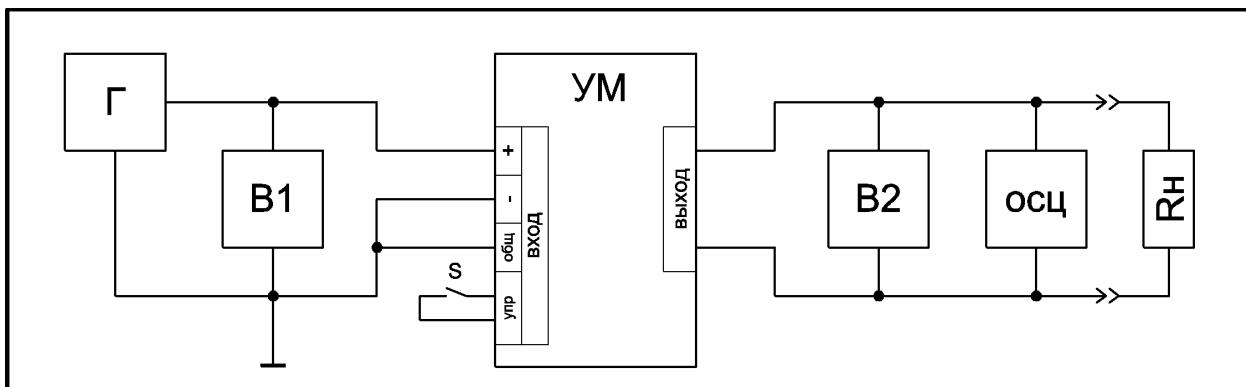

Рис.2 Схема измерений
- 10.4. Измерения проводят по несимметричной схеме подачи входного сигнала, приведенной на рис. 2. Генератор сигналов подключают поочередно ко входам 1, 2 и 3, подавая сигнал на контакты, обозначенные знаком «+», а контакты, обозначенные знаком «-» соединяют с общим проводом.(см. схемы разъемов). При подаче сигналов на вход 2 и 3 с помощью переключателя S подают сигналы управления для активации этих входов (см. п.л. 8.6., 8.7.)